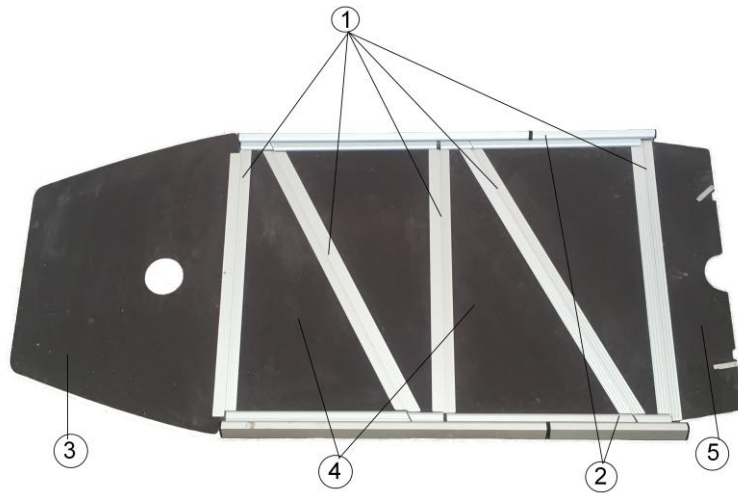

Рис.2
3.2. Жесткость конструкции обеспечивается разборным жестким настилом (Рис.2), скрепленным поперечными, диагональными и продольными направляющими из алюминиевого сплава (поз.1), стрингерами продольной жесткости (поз.2), входящими в конструкцию днища. Жесткий настил (пайол) состоит из носовой секции (поз.3) в виде трапеции с вырезом под воздушный клапан кильсона; из двух и более прямоугольных центральных секций (поз.4), разделенных по диагонали на две части в виде трапеций; из кормовой секции (поз.5) с вырезом под сливной клапан. Центральные секции пайола соединяются продольными стрингерами.